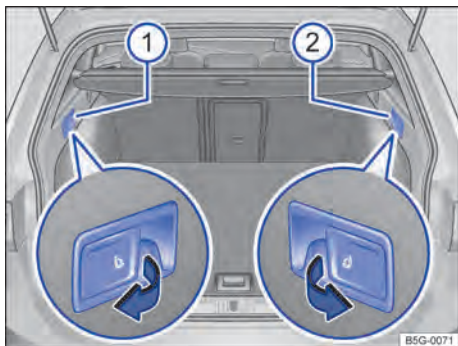

Fig. 95 En el maletero: palancas de desbloqueo de la parte izquierda ① y la parte derecha ② del respaldo del asiento trasero desde el maletero.
- ① Tecla de desbloqueo para la parte *izquierda* del respaldo
- ② Tecla de desbloqueo para la parte *derecha* del respaldo
- Tire de la palanca de desbloqueo → **fig. 95** de la parte del respaldo que desee abatir.